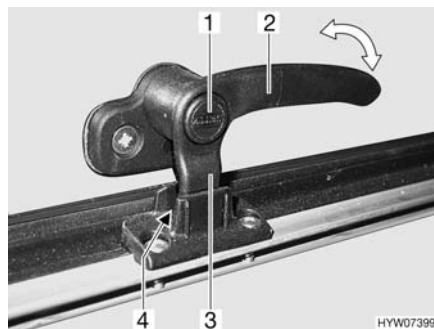

Fig. 37 Leva di serraggio (posizione "Aerazione continua")
- In posizione di "Aerazione continua" (Fig. 37)
- Premere il bottone di sicurezza (Fig. 37,1) e mantenerlo premuto.
- Ruotare la leva di serraggio (Fig. 37,3) di un quarto di giro verso il centro della finestra.
- Girare nuovamente all'indietro la leva di serraggio. Riportare contemporaneamente il nasello di chiusura (Fig. 37,3) della leva di serraggio nella rientranza della chiusura della finestra (Fig. 37,4).
- Rilasciare il bottone di sicurezza (Fig. 37,1).